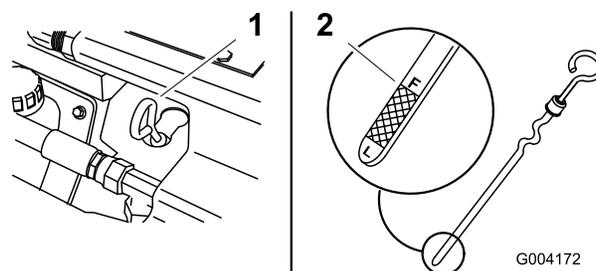

Рисунок 15
4. Очистите область вокруг отверстия для масломерного щупа (Рисунок 15).
5. Вытяните масломерный щуп и вытрите металлический конец насухо (Рисунок 15).
6. Вставьте щуп в масломерную трубку до упора (Рисунок 15).